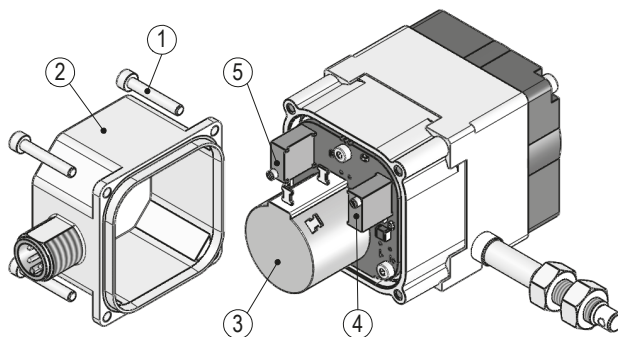

Abb. 12: Einstellen Trimpotentiometer MWIHP/R
Durch zwei Trimpotentiometer Pe (5) und Po (4) (siehe Abb. 12) können diese Werte an die tatsächlichen Anfangs- und Endstellungen der Anwendung angepasst werden.